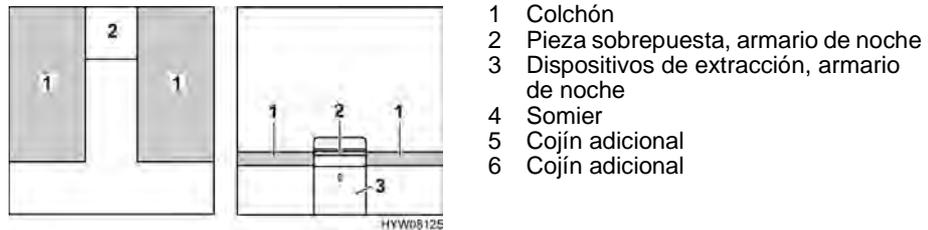

Fig. 74 Antes de la transformación
- Quitar la pieza sobrepuesta del armario de noche (Fig. 74,2) y depositarla a un lado.